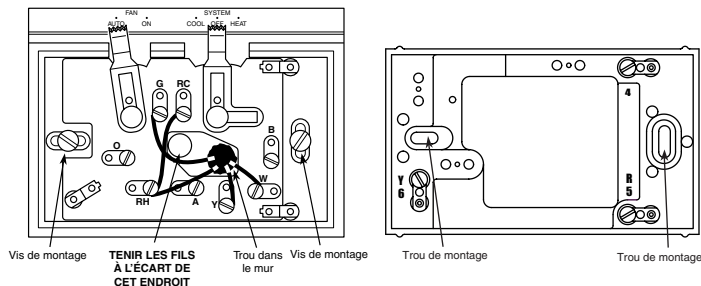

Figure 1. Socle de raccordement et plaque murale du thermostat
B. Monter le socle de raccordement : Utiliser les vis fournies pour fixer au mur le socle de raccordement ou la plaque murale (figure 1).
D. Montage du socle du thermostat : Repousser dans le mur tout surplus de fil et boucher le trou à l'aide d'un matériau coupe-feu (comme de l'isolant en fibre de verre) afin d'empêcher que des courants d'air ne nuisent au fonctionnement du thermostat. Fixer le socle du thermostat au socle de raccordement à l'aide des trois vis imperdables (figure 1). Serrer à fond les vis. Passer à l'étape 5.